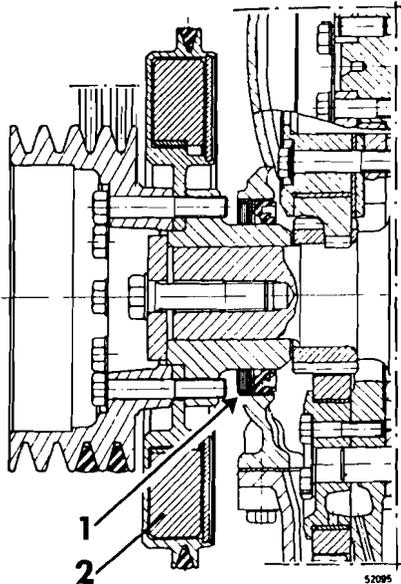

Fig. 160
**NOTA: El amortiguador de vibraciones no tiene que ser sometido a golpes ni sacudida puesto que podrían alterarse entonces sus características, véase fig. 160.**